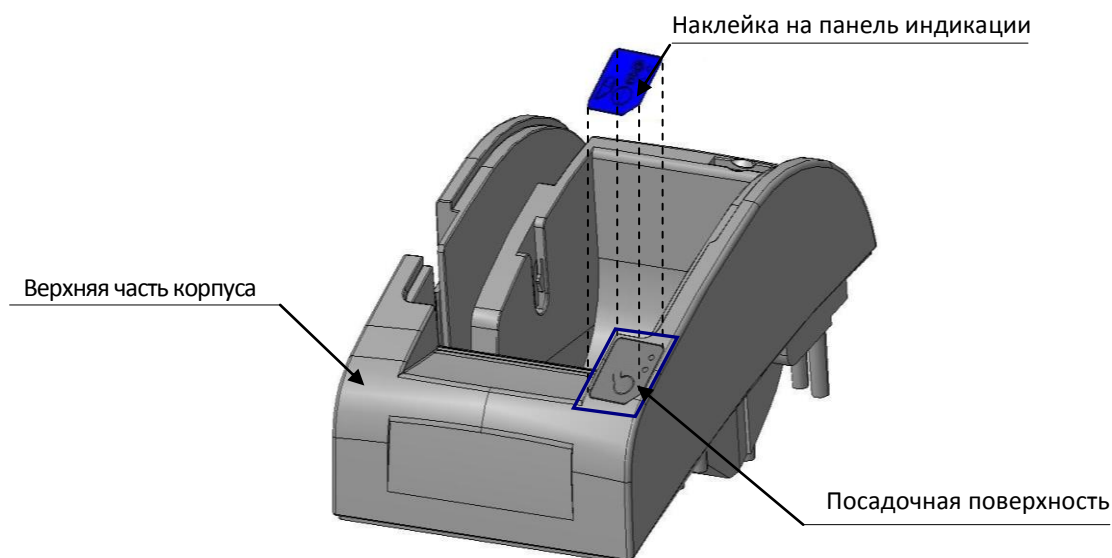

Рисунок 20. Посадочная поверхность верхней части корпуса изделия
- **Наклейка на панель индикации** устанавливается на верхнюю часть корпуса. Установка наклейки производится на посадочную поверхность верхней части корпуса изделия (смотрите рисунок 20), которую предварительно необходимо тщательно обработать спиртом и вытереть насухо мягкой тканью.